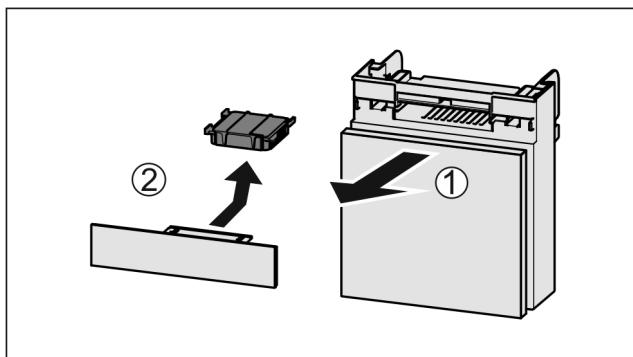

Fig. 128
- Extragăți Fig. 128 (1) compartimentul către înainte.
- Scoateți Fig. 128 (2) filtrul de cărbune activ.